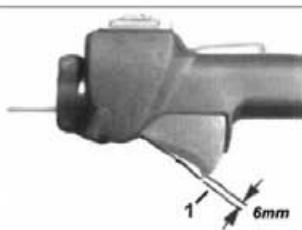

Fig. E7
2. Ajuste las tuercas de ajuste del cable del acelerador hasta obtener un huelgo en el gatillo del acelerador de unos 6 mm. Véase la Fig.E7